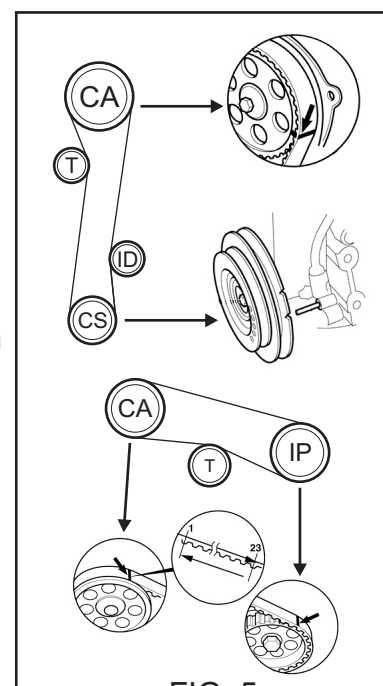
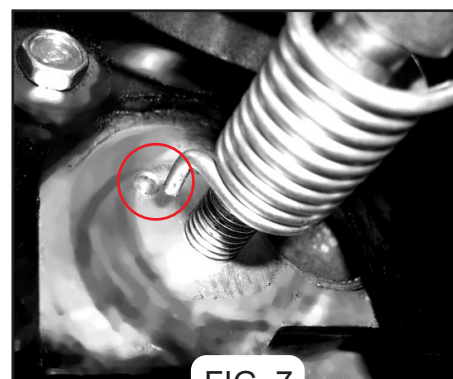

FIG. 5
FIG. 7
- 4 Desmontar las tapas de la distribución y girar el cigüeñal hasta que el cilindro n°1 esté situado en el PMS, asegurándose de que las marcas del cigüeñal, árbol de levas y bomba inyectora estén alineadas [FIG. 5]. A continuación, desmontar la polea del cigüeñal.
- ① Montar la bomba de agua Airtex, y el tensor de la correa de distribución insertando su muelle en el orificio de sujeción [FIG. 7].
- ② Girar el tensor hacia la izquierda y apretar su tornillo provisionalmente, para poder montar la correa de distribución.
- ③ Aflojar el tornillo del tensor para dejar actuar el muelle y así tensar la correa. A continuación, girar 4 vueltas completas el cigüeñal y reapretar (40 Nm) el tornillo del tensor sujetándolo con una llave allen.
- ④ Montar del mismo modo la correa de la bomba inyectora y verificar la alineación de las marcas de calado [FIG. 5].